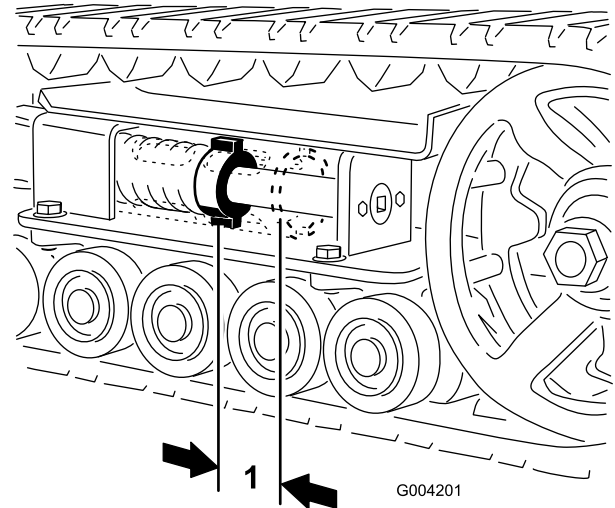
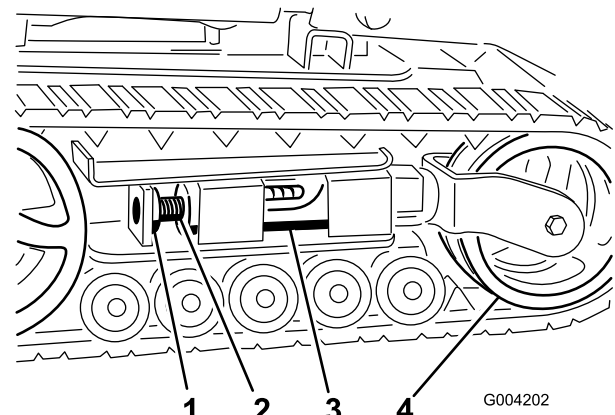
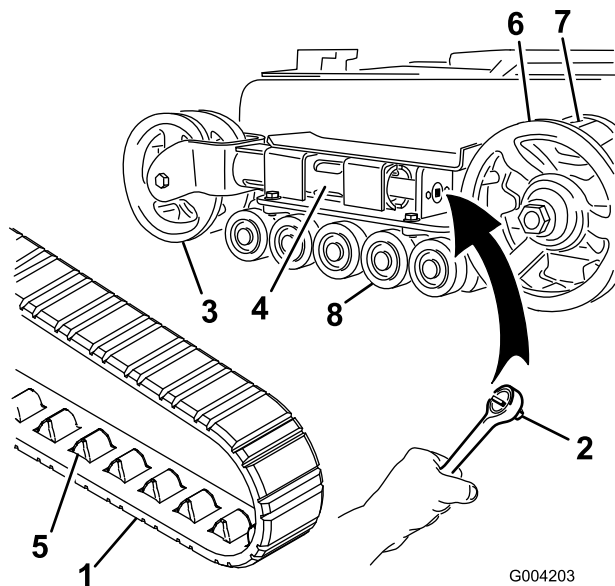
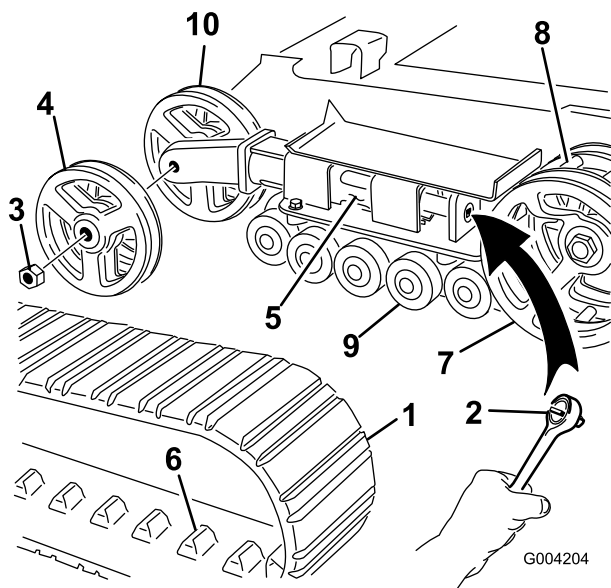

Figura 44
Figura 45
Figura 46
Figura 47
Compruebe y ajuste la tensión de las orugas después de las 50 primeras horas de operación y luego cada 100 horas de operación. Debe haber una holgura de 7 cm entre la tuerca tensora y la parte de atrás del tubo tensor (Figura 44). Si no es así, ajuste la tensión de las orugas usando el procedimiento siguiente:
3. Retire el perno de bloqueo y la tuerca (Figura 45).
- Usando una llave de 1/2 pulgada (Figura 46), gire el tornillo tensor en el sentido contrario a las agujas del reloj hasta que la distancia entre la tuerca tensora y la parte de atrás del tubo tensor (Figura 44) sea de 7 cm.
- Alinee la muesca más próxima del tornillo tensor con el taladro del perno de bloqueo, y fije el tornillo con el perno de bloqueo y la tuerca (Figura 45).
- Retire el perno de bloqueo y la tuerca (Figura 45).
- Usando una llave de 1/2 pulgada, alivie la tensión en la oruga girando el tornillo tensor en el sentido de las agujas del reloj (Figura 45 y Figura 46)
- Empuje la rueda tensora hacia la parte de atrás de la unidad de tracción para mover el tubo de horquilla contra el bastidor (Figura 46). (Si no toca el bastidor, siga girando el tornillo tensor hasta que lo toque.)
- Cuando haya retirado la oruga de la rueda tensora, retírela de la rueda motriz y de las ruedas de rodaje (Figura 46).
- Empezando en la rueda motriz, pase la oruga nueva alrededor de dicha rueda, asegurándose de que los dientes de la oruga encajen entre los espaciadores de la rueda (Figura 46).
- Empuje la oruga por debajo de y entre las ruedas de rodaje (Figura 46).
- Gire el tornillo tensor en el sentido contrario a las agujas del reloj hasta que la distancia entre la tuerca tensora y la parte de atrás del tubo de horquilla (Figura 44) sea de 7 cm.
- Usando una llave de 1/2 pulgada, alivie la tensión en la oruga girando el tornillo tensor en el sentido de las agujas del reloj (Figura 45 y Figura 47)
- Empuje la rueda tensora hacia la parte de atrás de la unidad de tracción para mover el tubo tensor contra el bastidor (Figura 47). (Si no toca el bastidor, siga girando el tornillo tensor hasta que lo toque.)
- Retire la tuerca que fija la rueda tensora exterior y retire la rueda (Figura 47).
- Retire la oruga (Figura 47).
- Retire la tuerca que fija la rueda tensora interior y retire la rueda (Figura 47).
- Instale la rueda tensora interior y fíjela con la tuerca que retiró anteriormente (Figura 47).
- Instale la oruga nueva, asegurándose de que los dientes de la oruga encajen entre los espaciadores de la rueda motriz (Figura 47).
- Instale la rueda tensora exterior y fíjela con la tuerca que retiró anteriormente (Figura 47).
- Gire el tornillo tensor en el sentido contrario a las agujas del reloj hasta que la distancia entre la tuerca tensora y la parte de atrás del tubo tensor (Figura 44) sea de 7 cm.